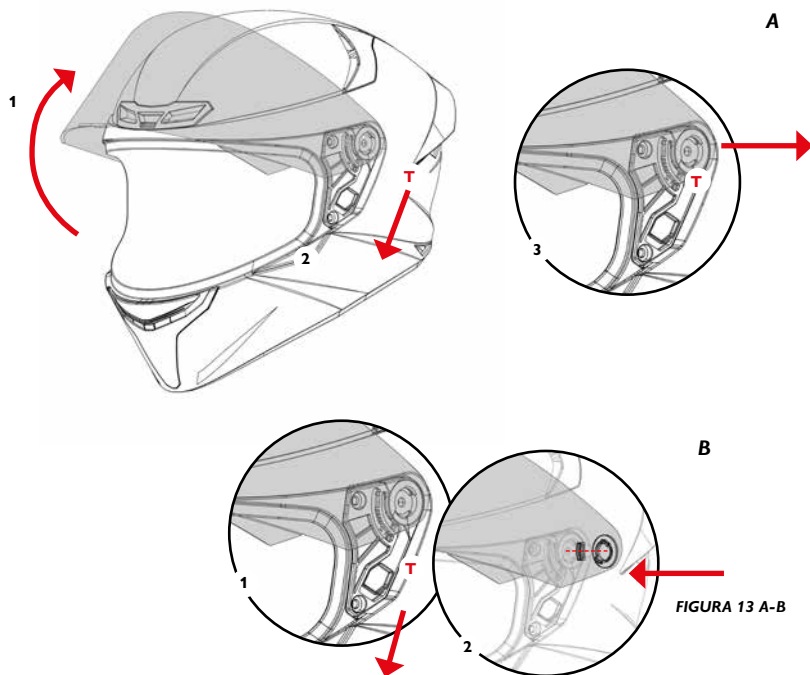

FIGURA 13 A-B
**Desmontaje** — Figura 13 A
**Montaje** — Figura 13 B